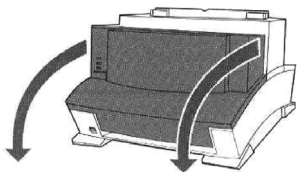

图 2-34 打开打印机盖
- ① 用双手向着自己的方向拉打印机盖，将其打开，如图 2-34 所示。